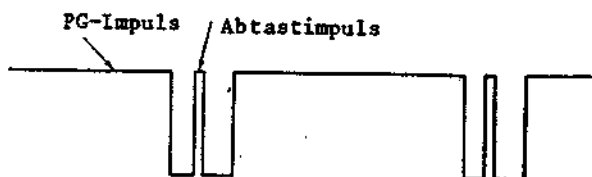

Abb. 4-105 Capstanmotor-Drehzahl (bei freigegebenem Kurzschluß)
9. Darauf achten, daß der Abtastimpuls mit dem PG-Impuls verriegelt ist (siehe Abb. 4-105).